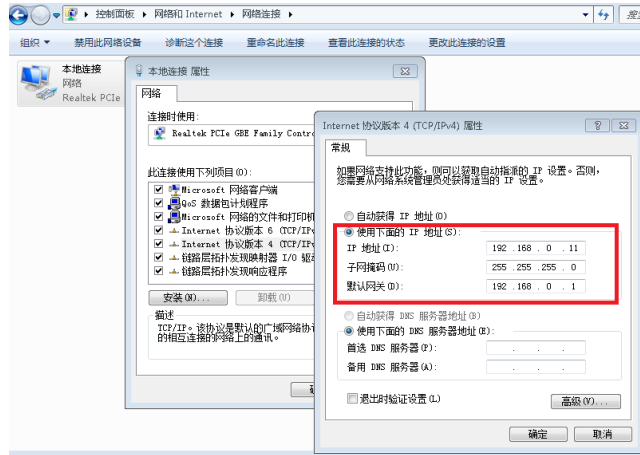

图 9 PC 端 IP 设置
- ① 在您的电脑上打开“本地连接”，然后单击“属性”；
- ② 选择“Internet 协议版本 4 (TCP/IP 4)”；
- ③ 单击“属性”按钮；
- ④ 选中“使用下面的 IP 地址：”，以便手动分配 IP 地址；
- ⑤ 分配 IP 地址为 192.168.0.x (x 不能为 10，因为 192.168.0.10 已经分配给激光器)，然后分配子网掩码地址，默认为 255.255.255.0。
- ⑥ 单击“确定”按钮确认设置并退出，详细操作见图 9。